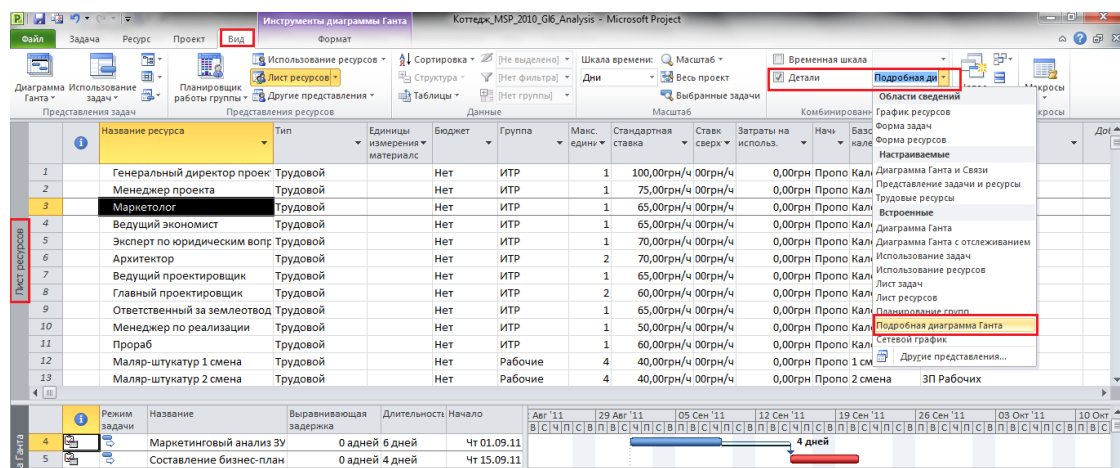

Рисунок 9.10 Критический путь ресурсов (трудовых, материалов или затрат)
2. На закладке «Вид» в области «Комбинированный режим» поставить галочку «Детали» и выбрать, например, «Подробная диаграмма Ганта», Рисунок 9.10.
Теперь при выборе того или иного ресурса (трудового, материального или затратного) в нижней части будет отображаться на диаграмме Ганта список задач, на которых назначен выбранный ресурс. И в случае, если задача критическая, она будет выделена красным цветом, если не критическая, то справа от задачи будет выведена информация о ее резерве по времени, Рисунок 9.10.